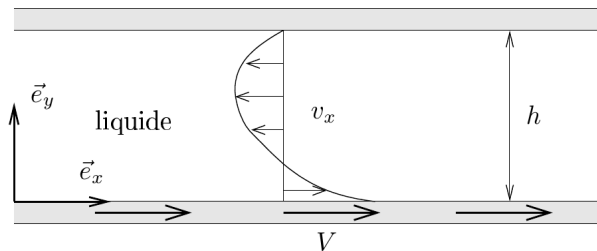

FIGURE 1: Problème considéré
On considère le problème décrit figure 1 : il s'agit d'étudier l'écoulement entre deux plaques planes de dimensions infinies (suivant les axes  $\vec{e}_x$  et  $\vec{e}_z$ ), distantes de  $h$ . La plaque supérieure est fixe et la plaque inférieure se déplace à une vitesse uniforme  $V$  suivant l'axe  $\vec{e}_x$ . On appelle  $x$ ,  $y$  et  $z$  les coordonnées d'un point  $M$  dans le repère fixe  $(O, \vec{e}_x, \vec{e}_y, \vec{e}_z)$ . On fait les hypothèses suivantes :
- d) Discuter les différents types de profils de vitesse que l'on peut rencontrer suivant les valeurs de  $V, h, \mu$  et  $\frac{dp}{dx}$ . Que se passe-t-il si la pression est uniforme (constante dans l'espace) ? Que se passe-t-il si la vitesse  $V$  est nulle ? Quel est le signe de  $\frac{dp}{dx}$  si on a un profil de vitesse tel que celui présenté figure 1 ?